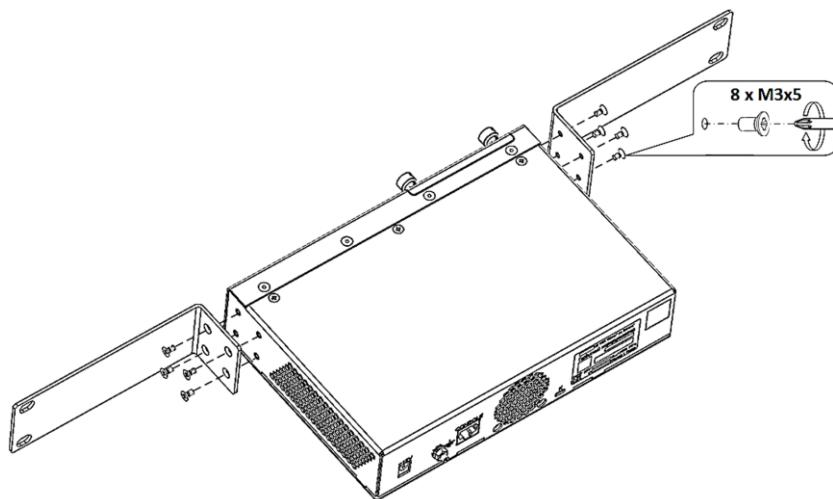
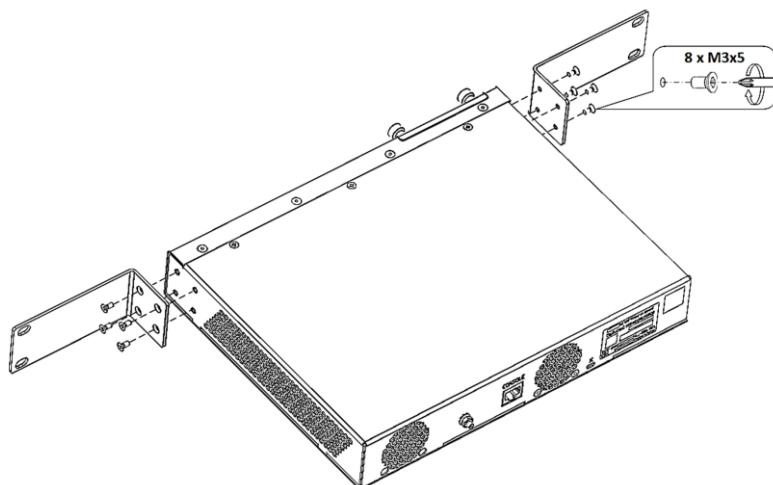

Рисунок 32 – Крепление кронштейнов из комплекта для монтажа в стойку
Рисунок 33 – Крепление кронштейнов из комплекта для монтажа в стойку
- прикрепите кронштейны винтами к корпусу с помощью отвертки (Рисунок 32, Рисунок 33).